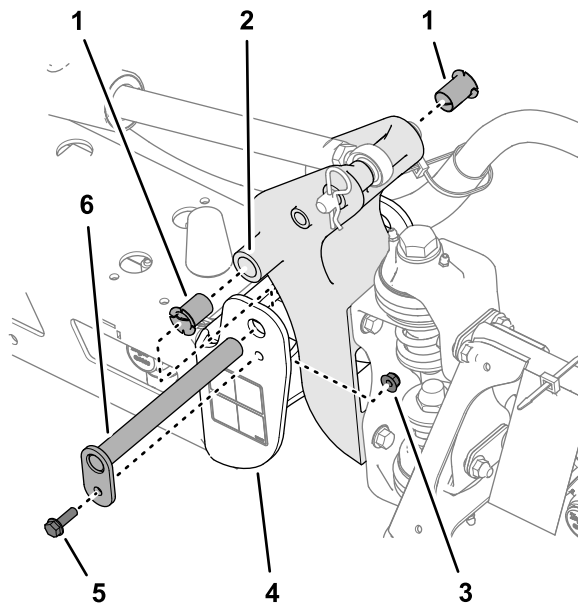

图 120
- 卸下固定枢轴销的螺栓和螺母然后取下枢轴销 图 120。
- 从枢轴支架的前后侧拆下尼龙轴套并进行检查 图 120。
- 用少量机油润滑尼龙轴套然后将轴套装入枢轴支架内 图 120。
- 将枢轴支架内的孔与端部槽内的孔对齐 图 120。